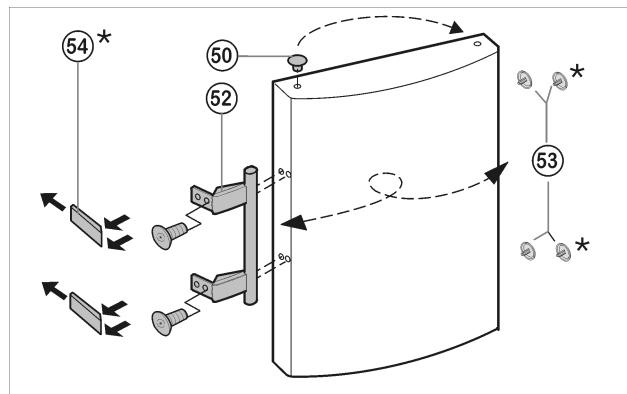

Fig. 14
- ▶ Retire el tapón *Fig. 14 (50)* del casquillo de cojinete de la puerta y cámbielo de sitio.
- ▶ Desmonte el tirador de la puerta *Fig. 14 (52)*, los tapones *Fig. 14 (53)* y las placas de presión* *Fig. 14 (54)* y cámbielos al lado opuesto.